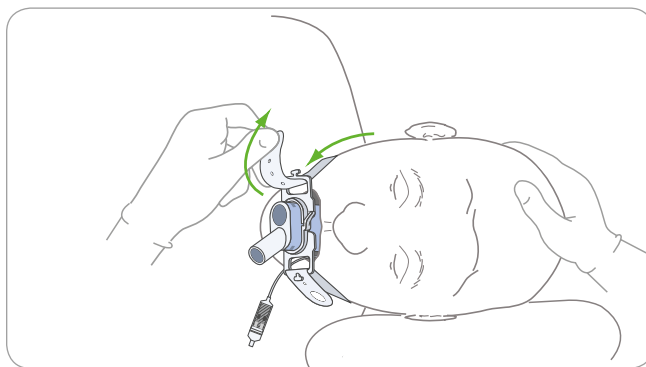

Рис. 14. Проведите незакрепленную часть фиксирующего ремня под затылком пациента и прикрепите к правой рукоятке держателя
- В положении лежа на левом боку пристегните один конец ремня к левой стороне рукоятки, проведя конец ремня через крыло держателя и прикрепив его к крючку на наружной стороне устройства. Проведите незакрепленную часть фиксирующего ремня под затылком пациента. Протяните ремень через правый держатель, приложите достаточно усилий для его фиксации на месте, а затем прикрепите к правой рукоятке держателя, как на **рис. 14**.